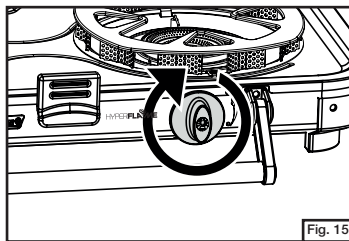

Fig. 15
- Éteignez fermement les commandes. (Fig. 15)